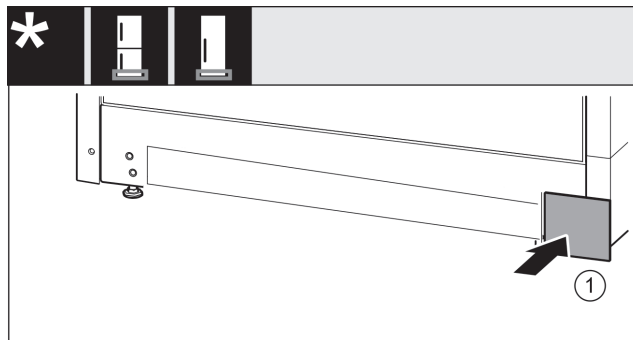

Fig. 26
- ▶ Așezați apărătoarea din nou pe cealaltă parte. Fig. 26 (1)